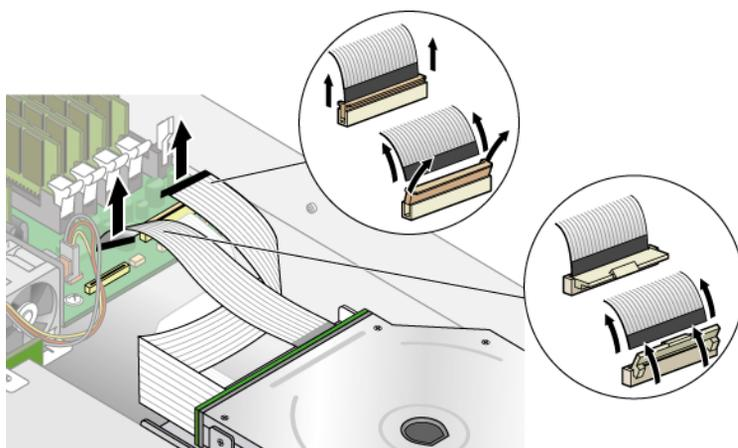

FIGURE 3-14 Déconnexion de l'unité de CD-ROM/DVD -ROM/Disquette
2. Détachez les câbles-rubans de l'unité de CD-ROM/DVD-ROM/Disquette de la carte mère (voir FIGURE 3-14).